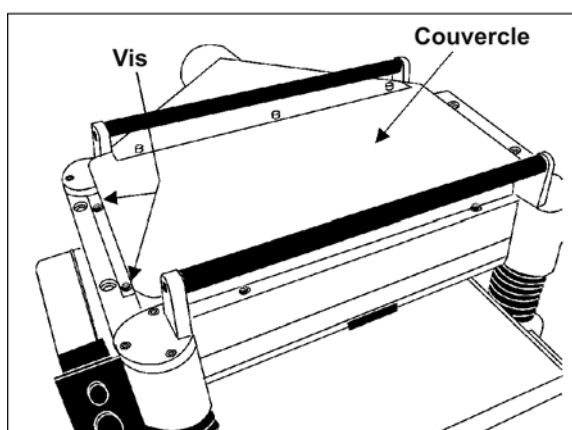

Figure 17
2. Déposez les six vis et le couvercle supérieur (Figure 17).
2. Déposez les six vis et le couvercle supérieur (voir Figure 17).